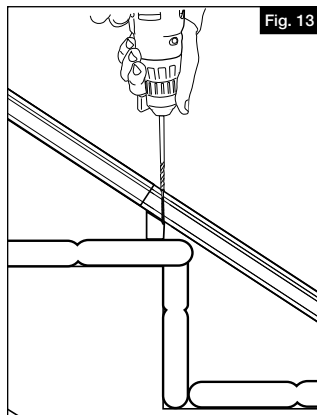

Fig. 13
- a. Placez la cale de soutien de la lisse basse (M) sur le nez de marche le plus proche du centre de la section de la rampe. Tracez le bas de la lisse basse sur la cale de soutien et coupez la cale afin qu'elle corresponde à l'angle. Placez la cale de soutien coupée en position sous le centre de la lisse basse.
- b. Percez la lisse perpendiculairement à la surface de la marche en utilisant une mèche de 1/4" (0,64cm). Il convient de percer la lisse afin que la vis se positionne sur le bord avant de la cale de support pour éviter que la lisse ne se courbe durant l'installation (Figure 13). Sécurisez la cale de soutien à l'aide de la vis fournie (H).